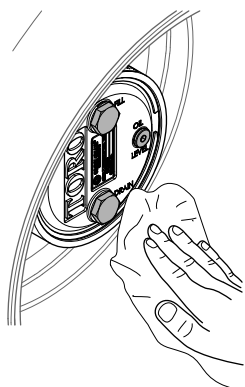

Figure 103
3. Essuyez soigneusement les carters de frein et de train planétaire (Figure 103).